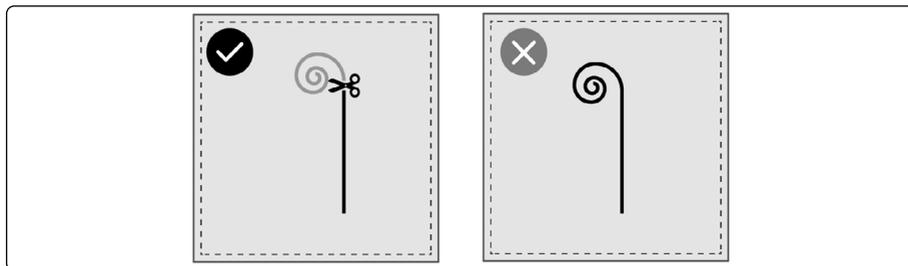

Рис. 19
3. При установке магнитной полосы следите за тем, чтобы магнитная полоса была прямой. Если магнитная полоса слишком длинная, отрежьте излишки. (Рис. 19)